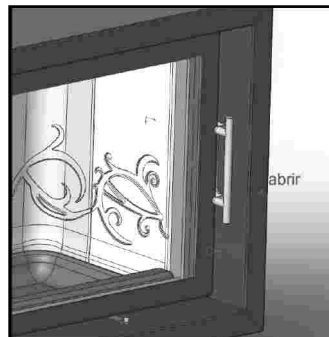

Fig. 15 - Apertura puerta INCA
3.6.4. Apertura de la puerta en modelos INCA. La apertura de la puerta hay que realizarla mediante el guante que se suministra con el aparato, de la forma que se ve en la fig. 15.